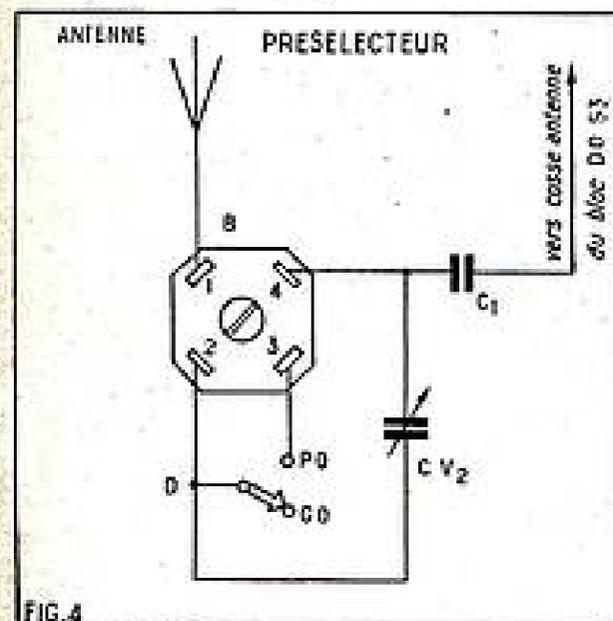

FIG. 4
Bien que la réaction donne un peu de sélectivité (lorsqu'on écoute à la limite d'accrochage), la dite sélectivité peut s'avérer insuffisante dans certaines régions, car ce récepteur ne possède qu'un seul circuit accordé. On peut très sensiblement l'améliorer en ajoutant un circuit présélecteur (fig. 4) constitué par un bloc d'accord type G52 (B). La paillette 1 de ce bloc est connectée à l'antenne. La paillette 2 est connectée au frotteur du commutateur D, ainsi qu'à une armature d'un condensateur variable de 0,5/1.000 (CV2). La paillette 3 est connectée au plot du commutateur D. L'armature du condensateur variable CV2 demeurant libre est connectée à la paillette 4 du bloc, ainsi qu'à l'armature d'un condensateur fixe, au mica de 500 pF (C1). L'armature de ce condensateur fixe demeurant libre est connectée à la paillette « antenne » du bloc DC53 (si le présélecteur est incorporé au récepteur). Si ce présélecteur est séparé (ajouté après la construction du récepteur), on le connecte simplement à la borne ou douille « antenne » du récepteur. La façon de se servir de ce présélecteur est très simple, mais il n'y a tout de même qu'une manière correcte pour l'utiliser efficacement. La voici : on élimine l'émetteur gênant en manœuvrant le condensateur variable CV2, et après, on fait l'accord de l'émetteur à recevoir sur le condensateur variable CV1, connecté au bloc DC53.